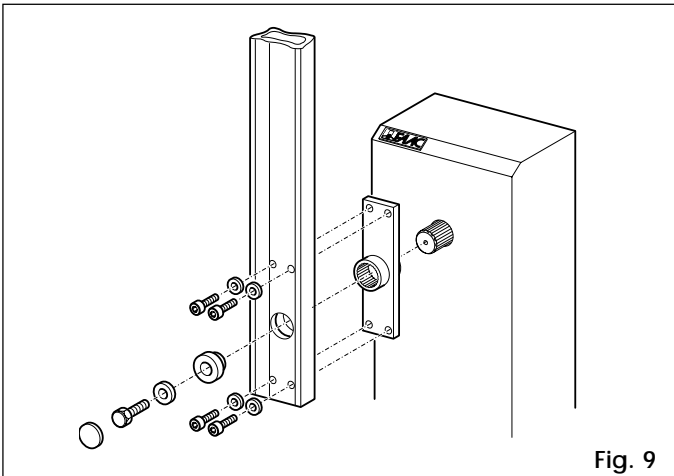

Fig. 9
- 4) Assembler la lisse au moyen de la visserie fournie comme indiqué en fig. 9 , 10 et 11.